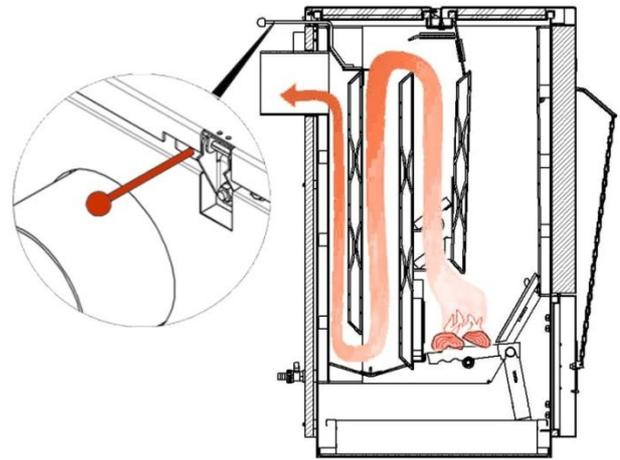

Рисунок 17 – Растопочная заслонка в рабочем положении
При нормальном режиме работы растопочная заслонка закрывает «короткий ход» и горячие дымовые газы нагревают дополнительный третий канал. Это позволяет лучше использовать их тепло (см. Рисунок 17).
- Закрывать растопочную заслонку (см. Рисунок 17);